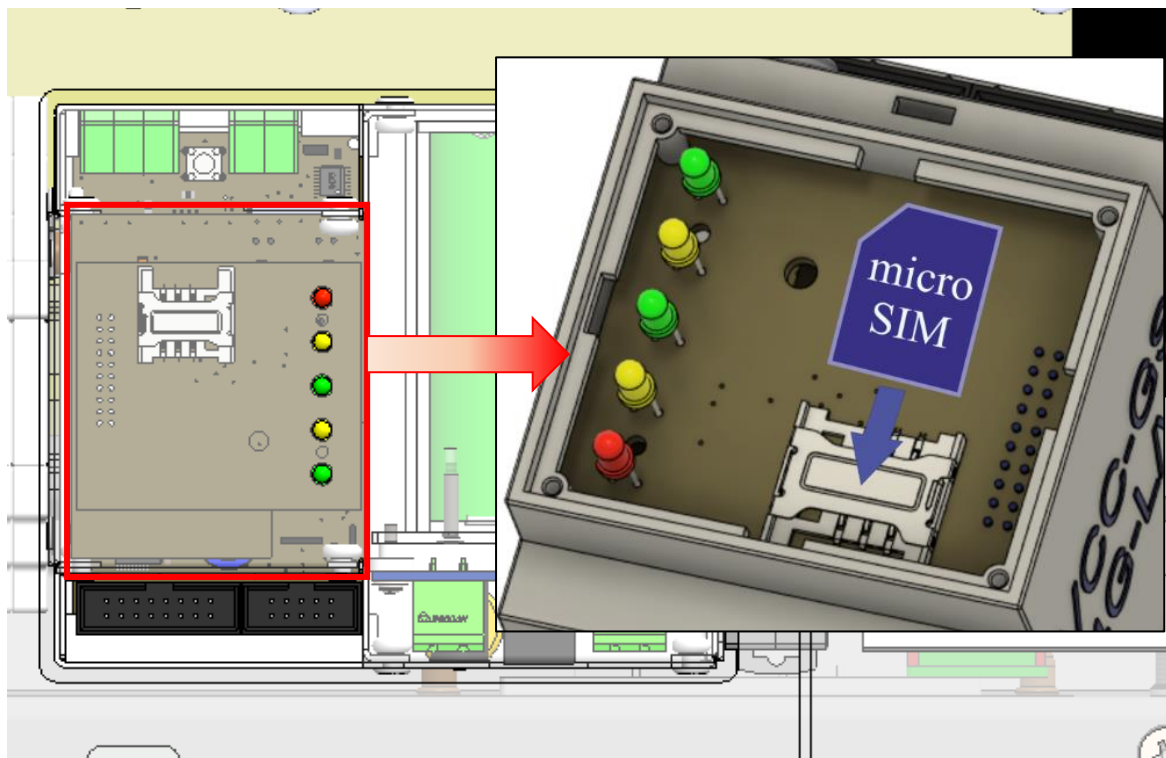

Рисунок 5.14 – Встановлення SIM-карти в GSM-модуль
2. Встановити SIM-картку оператора мережі (якщо використовується зовнішня SIM-картка) (рис. 5.14). Для цього необхідно виконати такі дії: